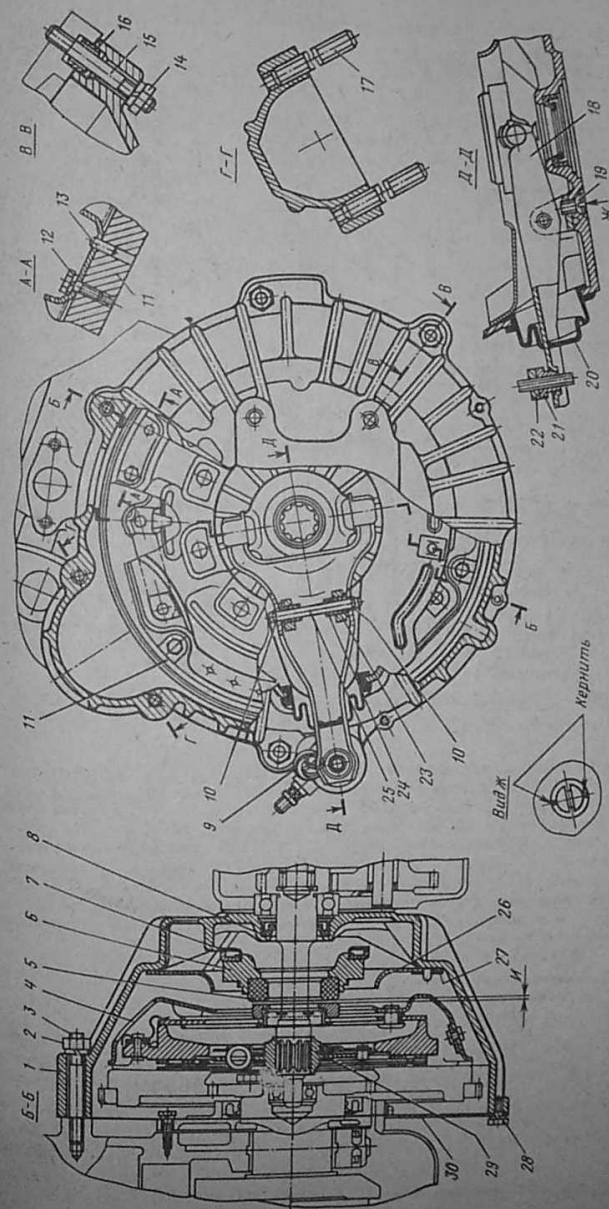
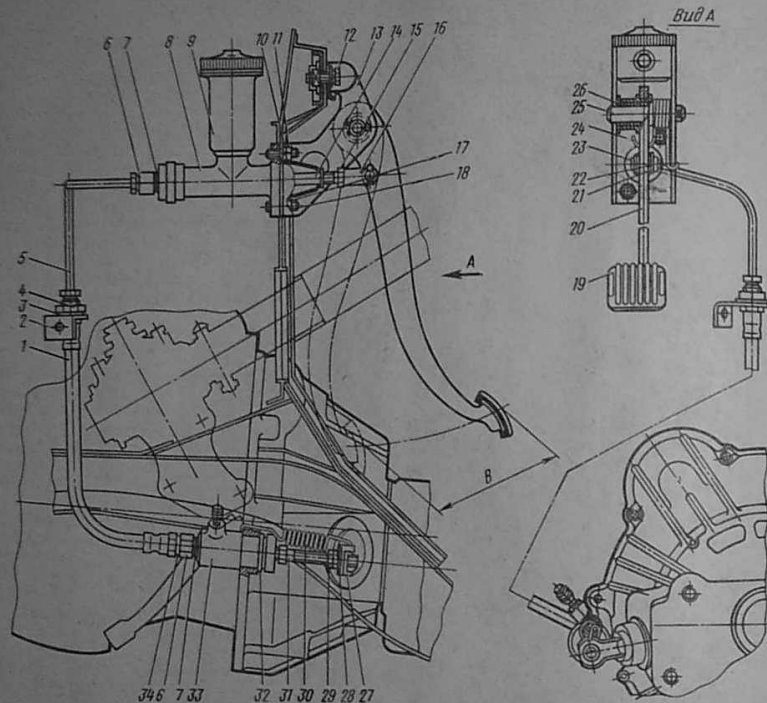

Рис. 37. Сцепление автомобиля 2140:
Рис. 38. Привод выключения сцепления автомобилей 2140:
Возникающие в процессе эксплуатации автомобиля неисправности (табл. 20)* механизма сцепления (рис. 37) и гидравлического привода его выключения (рис. 38) устраняют соответствующей регулировкой, заменой изношенных деталей или, наконец, ремонтом деталей.
3. Снять при помощи специальных круглогубцев стопорное кольцо 32 (см. рис. 38) и, сняв с проточки корпуса цилиндра защитный колпак, сдвинуть его
4. Снять щиток 30 (см. рис. 37), отвернув болты 28.
7. Отвернуть гайки 2 (см. рис. 37) и 14 крепления картера сцепления к блоку цилиндров двигателя при помощи специального торцового ключа с коловоротом и шарниром, после чего подать картер назад и снять с установочных штифтов 16 и шпильки 15 крепления к блоку цилиндров.
2. При штампованной вилке 18 выключения сцепления (см. рис. 37) осторожно снять со специально отлитых в картере сцепления трех шпилек стопорные шайбы 27, после чего может быть демонтирован закрепленный ими вентиляционный щиток 26. При ковальной вилке следует отвернуть 5 винтов крепления вентиляционного щитка и снять его.